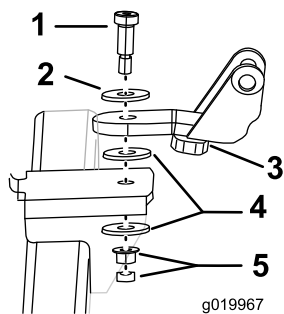
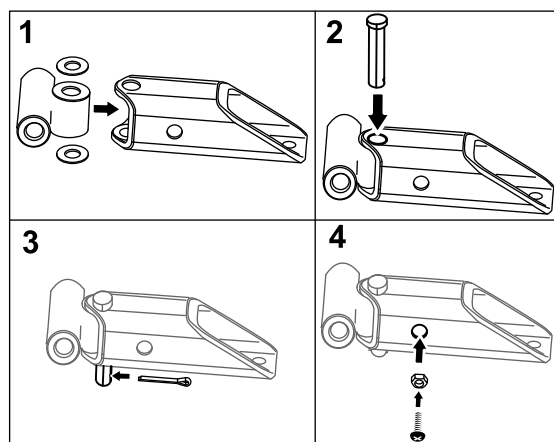
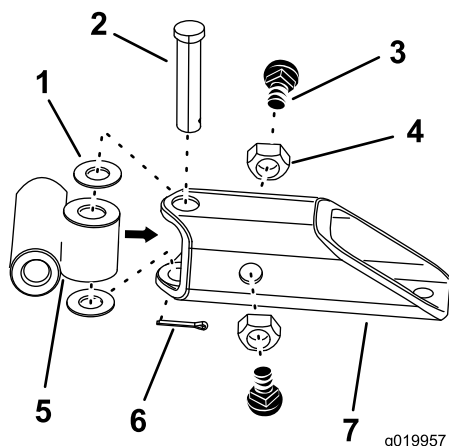

図 2
図 4
図 3
- ブラケットをアタッチメントに固定しているボルト・ナット類を外して廃棄する (図 2)。取り外したブラケットは廃棄する。
1. ヒッチアセンブリの開口部のそれぞれにスラストワッシャ2枚を取り付け、アセンブリをピボットチューブ内部にセットする (図 4 ; 図内図)
2. ピボットチューブの上から、最初のワッシャ、ヒッチアセンブリ、二番目のワッシャを貫通してピボットチューブの底を貫通するようにクレビスピンを差し込む (図 4 ; 図内図 2)。
3. コッターピンで固定する (図 4 ; 図内図 3)。
4. 各キャリッジボルト (1/2インチ) をそれぞれのジャムナット (1/2インチ) に通す (図 4 ; 図内図 4)。
5. 各キャリッジボルトを、ピボットチューブの側面にねじ込む (図 4 ; 図内図 4)。